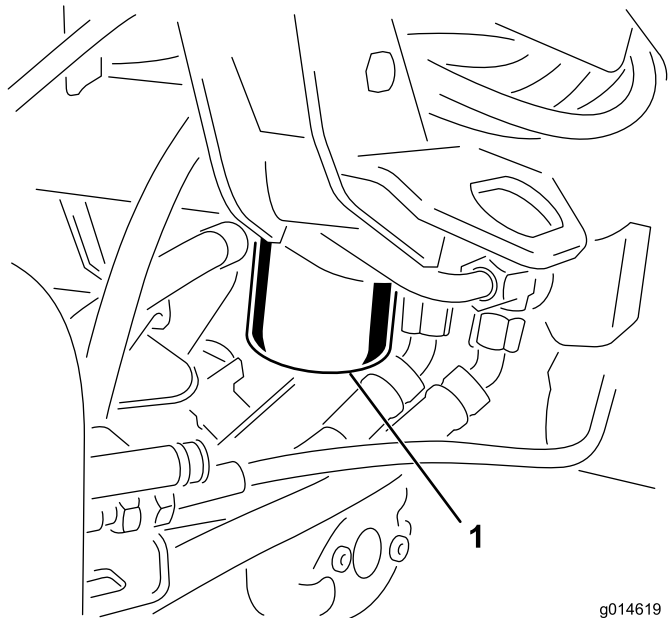

图56
1. 清洁过滤器安装区周围的区域（图56）。在过滤器下面放置一个放油盘并拆下过滤器。